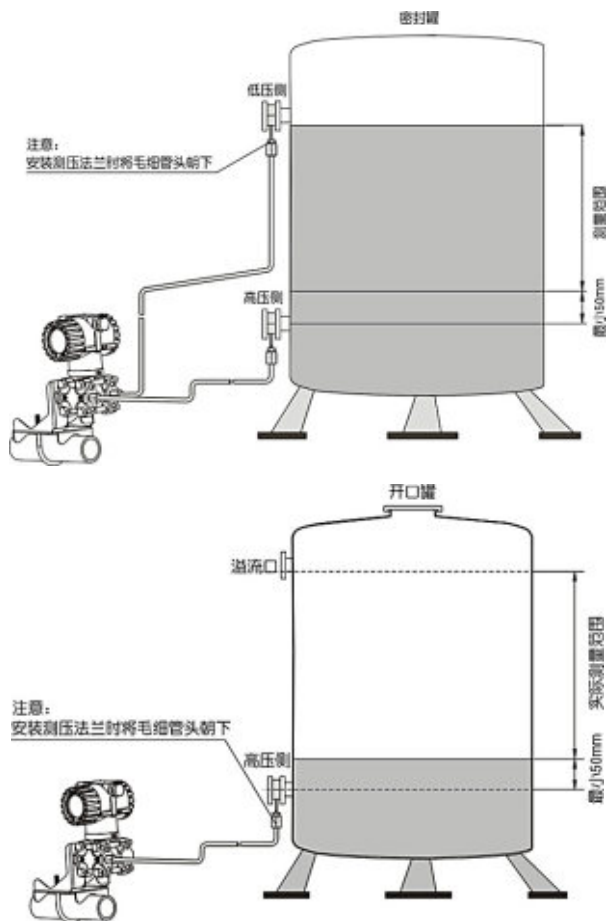

图 1-3 单远传膜片系统现场安装图
- 进行液罐的液位测量时，最低液位（零点）应设定在距高压侧膜片密封部中心 50mm 以上的地方，见图 1-3。